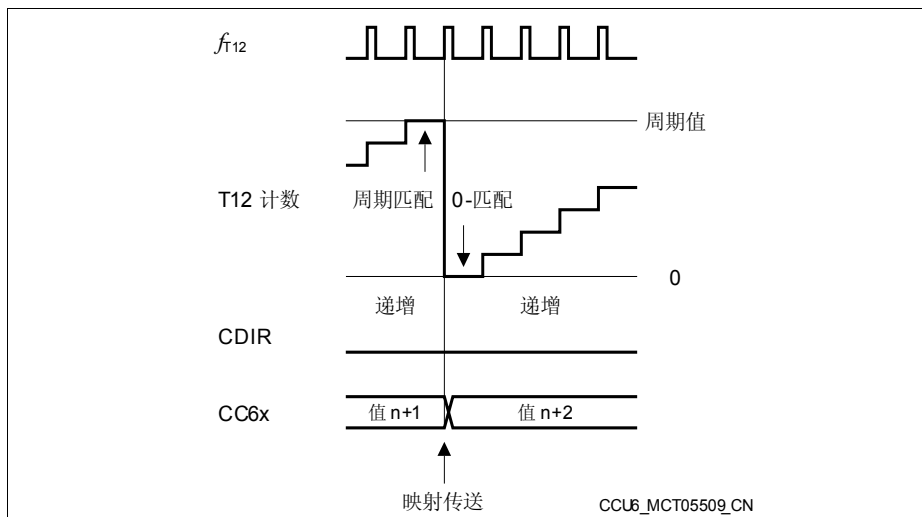
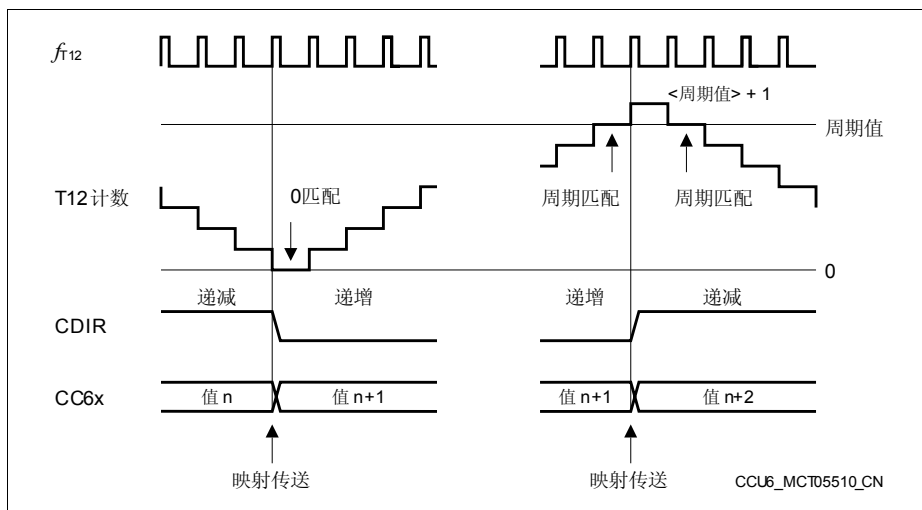
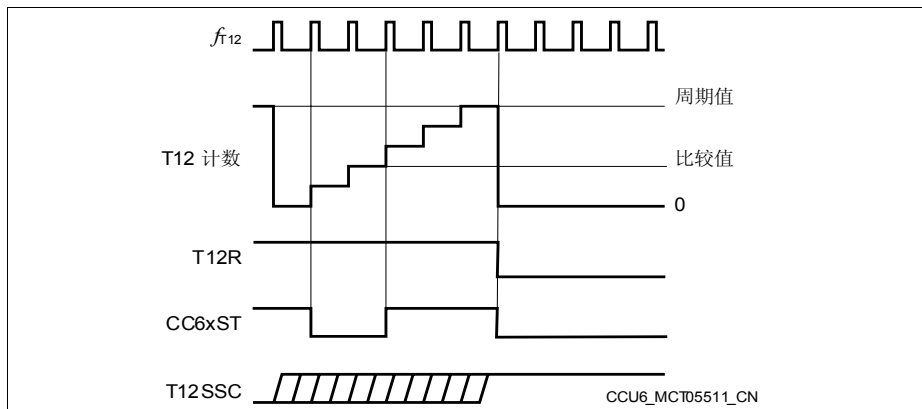
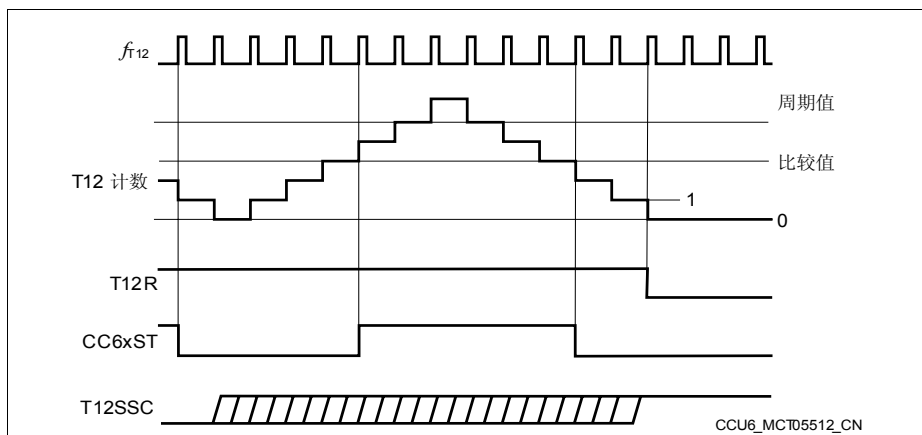

图 21-5 边沿对齐模式下 T12 的操作
图 21-6 中心对齐模式下 T12 的操作
图 21-7 边沿对齐模式下的单次操作
图 21-8 中心对齐模式下的单次操作
**T12 基本工作模式：**边沿对齐模式（见**图 21-5**）或中心对齐模式（见**图 21-6**），由位 CTM 进行选择。单次模式控制位 T12SSC 控制定时器在当前计数周期结束后自动停止运行（见**图 21-7**和**图 21-8**）。
注：在 1- 匹配或周期匹配后的下一个定时器时钟，位 CDIR 改变。因此，定时器以原先的计数方向再继续计数一个时钟后才真正改变计数方向（见图 21-6）。
边沿对齐模式下，当定时器 **T12** 计数到周期值后被清零至  $0000_H$ ，**T12R** 被清除，（见图 21-7）。
中心对齐模式下，定时器递减计数至零时，计数周期结束（递减计数至 1- 匹配之后一个时钟周期，见图 21-8）。